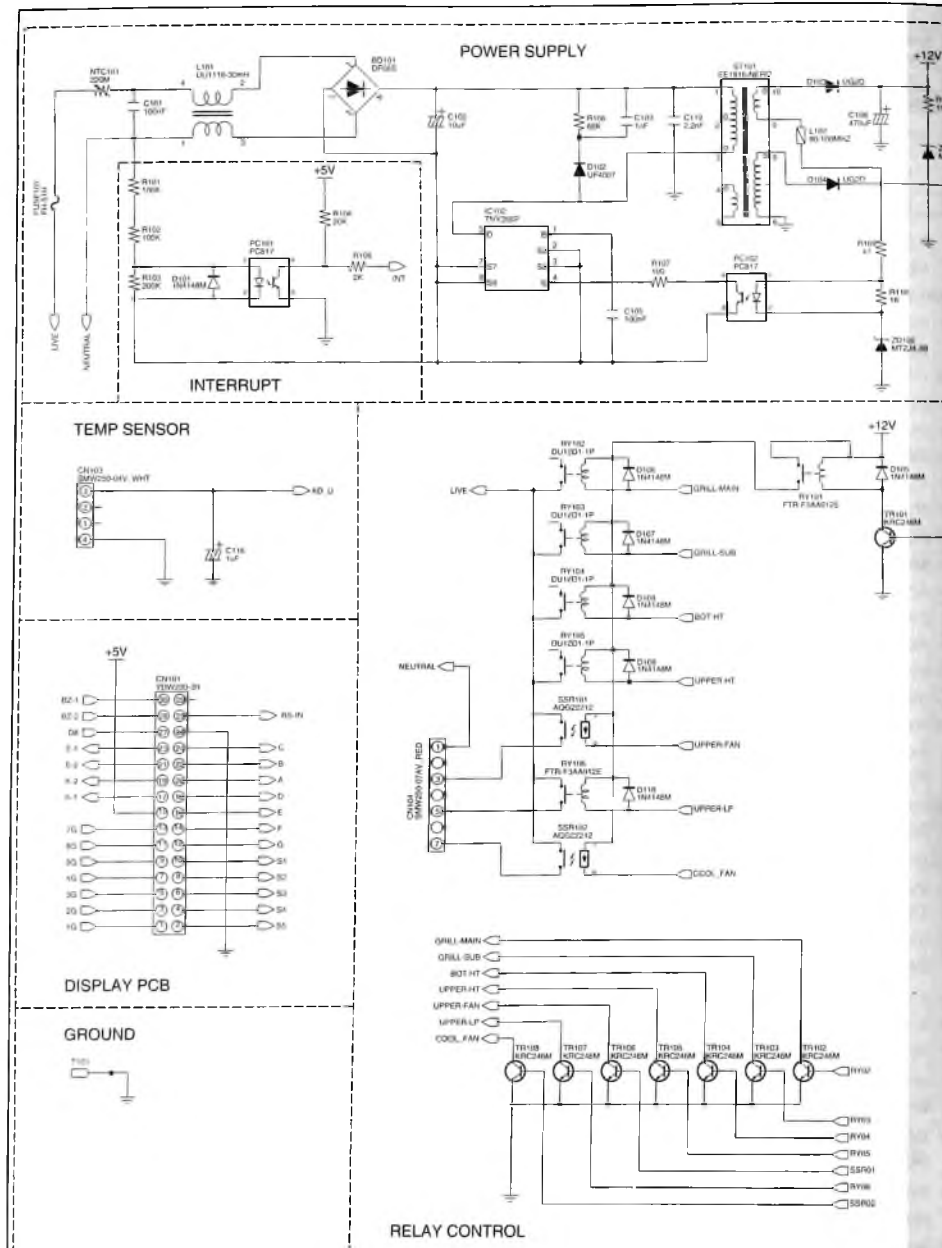

Рис. 2. Принципиальная электрическая
- Принципиальная электрическая схема платы управления приведена на рис. 2.